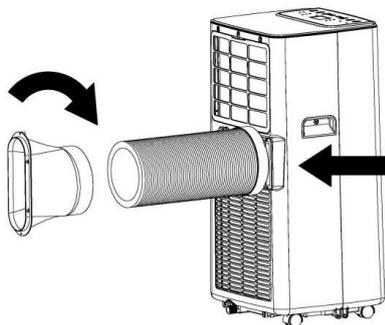

Fig.1
1.1 Installez le tuyau (comme indiqué sur la Fig.1)